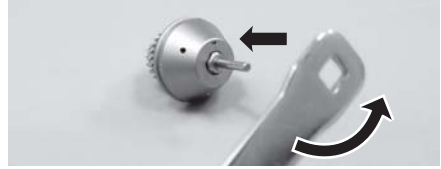

Abb. 18
- 2) Den Rotor nach unten halten, den mitgelieferten Schraubenschlüssel auf den Verschluss am Ende des Rotorschafts setzen und in Pfeilrichtung drehen, wie in Abb. 18 gezeigt. Es kann ein Schraubenschlüssel mit rechteckiger oder U-förmiger Öffnung verwendet werden.